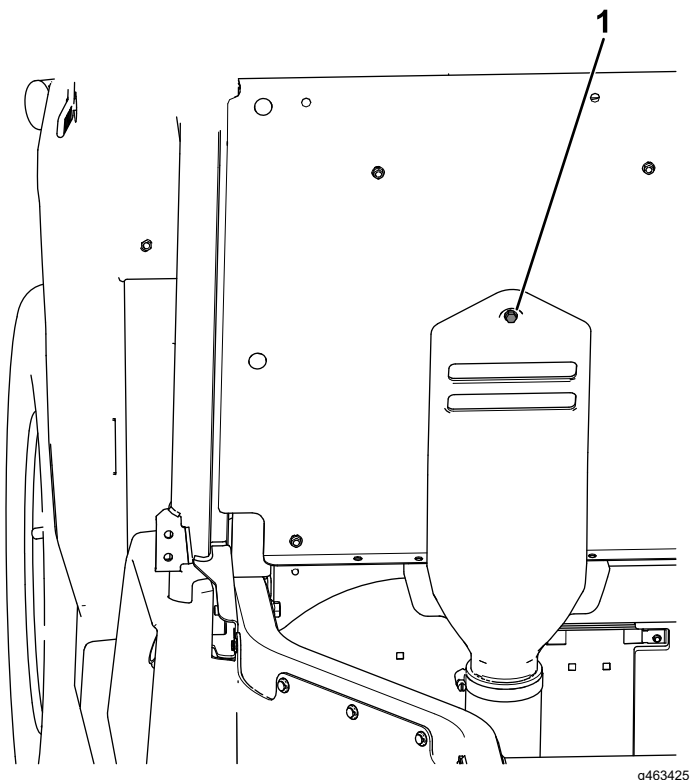

Figure 62
- B. Insérez le boulon captif fixé au capot d'admission CVT dans le trou du panneau de siège indiqué (Figure 62).